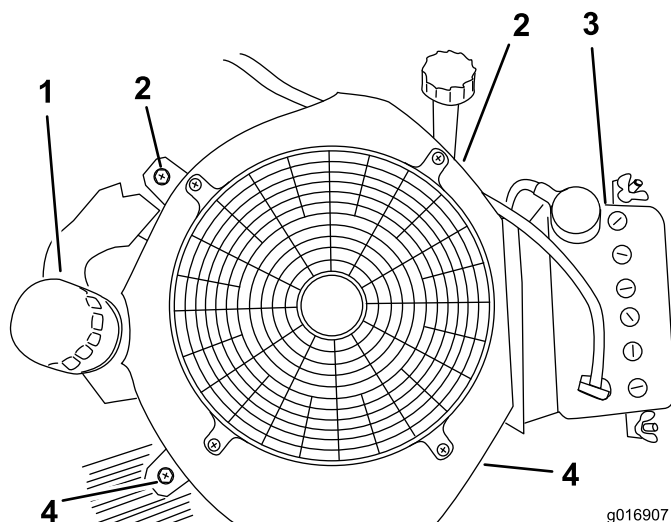

Figure 78
6. Retirez les deux vis à gauche et à droite du boîtier du ventilateur de refroidissement, comme illustré à la Figure 78.